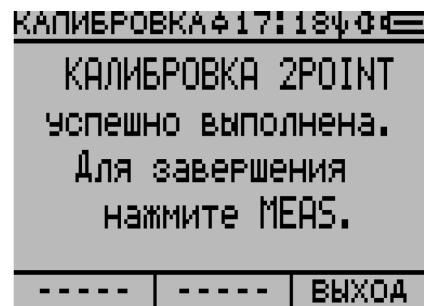

Рисунок 2.87
14) Если процедура калибровки будет выполнена успешно, то на экране дисплея появится следующее сообщение: «**КАЛИБРОВКА 1POINT успешно выполнена. Для завершения нажмите MEAS.**» (рисунок 2.87).